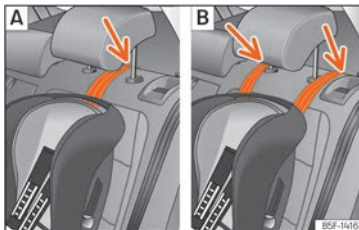

Abb. 44 Rücksitze: Einstellung und Einbau unter Verwendung des Top Tether-Gurts.
- Führen Sie den Gurt unter der Kopfstütze durch (in Abhängigkeit der Gebrauchsanweisungen des Kindersitzes ggf. Kopfstütze anheben oder entfernen) »» (Abb. 44) , »» (Abb. 45).